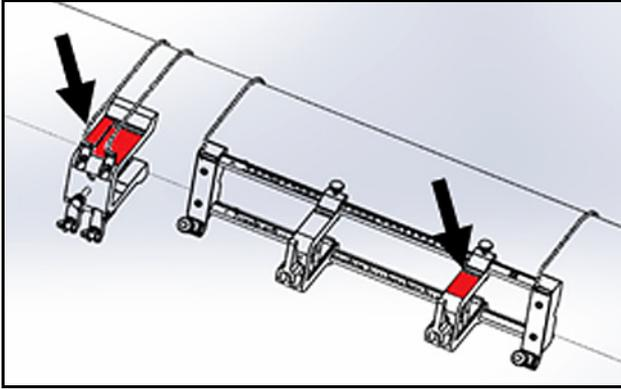

Figure 38 : étrier pivoté en position horizontale
4. Faites pivoter l'étrier jusqu'à ce qu'il soit en position horizontale du même côté que le tuyau où la pince de fixation a été installée précédemment, comme illustré dans la *Figure 38* ci-dessous.
5. Assurez-vous que les surfaces supérieures du support de l'étrier et du support de la pince de fixation fixe se trouvent précisément sur le même plan horizontal (voir la *Figure 38* ci-dessus).